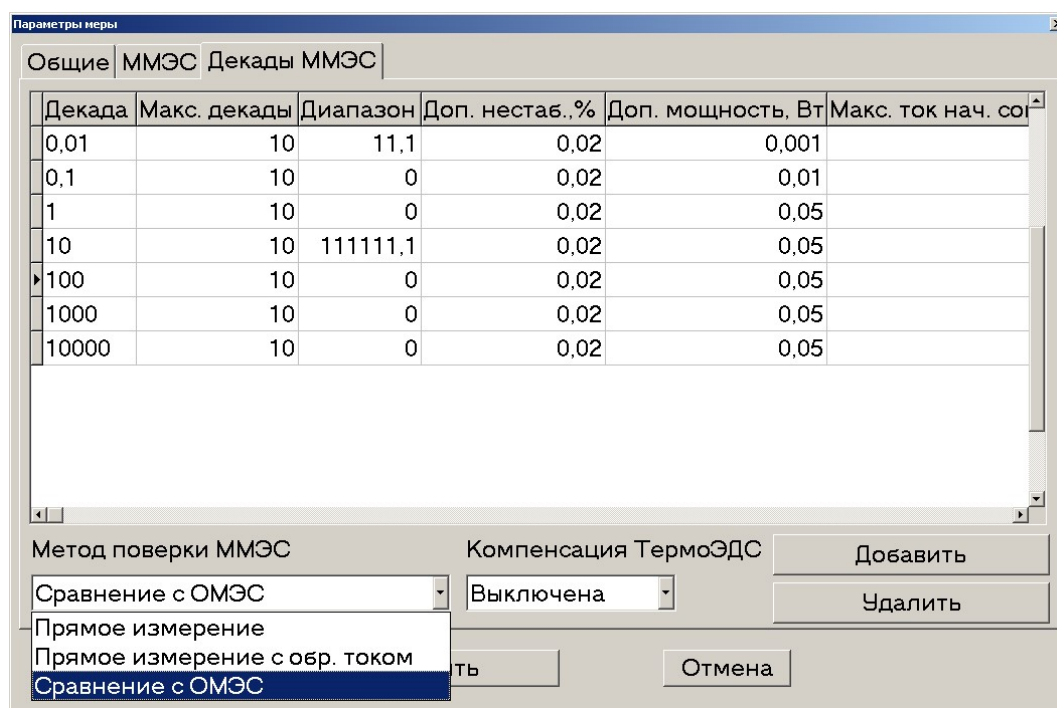

Рисунок 9. Окно «Параметры меры», вкладка «Декады ММЭС»
7.1.14 Для ввода параметров декад необходимо щелкнуть по вкладке «Декады ММЭС». Отобразится содержимое вкладки (рис. 9).
- «Диапазон» – максимальное значение для каждого диапазона ММЭС в Омах. Оставшиеся поля заполняют нулями. Наличие заполненного Диапазона указывает на необходимость измерения начального сопротивления для данного диапазона, т.е. у каждого диапазона свое начальное сопротивление. Например, ММЭС состоит из семи декад от 0,01 Ом до 10000 Ом (рис. 9), которые делятся на два диапазона от 0,01 Ом до 1 Ом включительно, и от 0,01 Ом до 10000 Ом включительно. Соответственно нам необходимо измерить начальные сопротивления каждого диапазона, для этого заполняем поле «Диапазон» для декад являющихся начальными для наших диапазонов или если один диапазон включает другой, как в нашем случае, заполняем для начальной декады и для декады следующей после окончания меньшего диапазона. Для данного примера это декады 0,01 Ом и 10 Ом. Значения, заполняемые в поле «Диапазон» должны быть равны сумме произведений шага декады на максимальное положение всех декад входящих в диапазон. При измерении начального сопротивления диапазона ручки всех декад должны быть установлены в положение с множителем ноль.